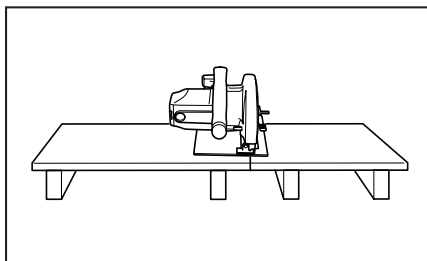

Fig. 1 Para evitar retrocesos bruscos, apoye el tablero o panel cerca del corte.
**Apoye los paneles grandes para minimizar el riesgo de que el disco se atore y RETROCEDA BRUSCAMENTE.** Los paneles grandes tienden a combarse con su propio peso. Deberá poner apoyos debajo del panel a ambos lados, cerca de la línea de corte y cerca de los bordes del panel como se muestra en la Fig. 1.